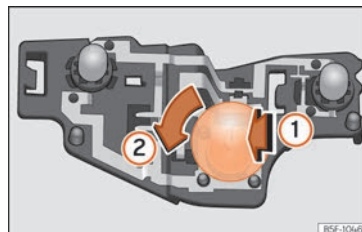

Fig. 118 Ubicación de las lámparas de incandescencia en el portalámparas.
- Presione la lámpara defectuosa ligeramente hacia el portalámparas **1**, gírela a continuación hacia la izquierda **2** y extráigala » **fig. 118**.